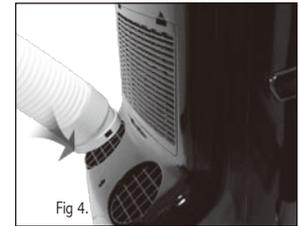

Fig 4.
D. Conectando la Manguera de Escape al Acondicionador de Aire Portátil (AAP): Fig. 4.